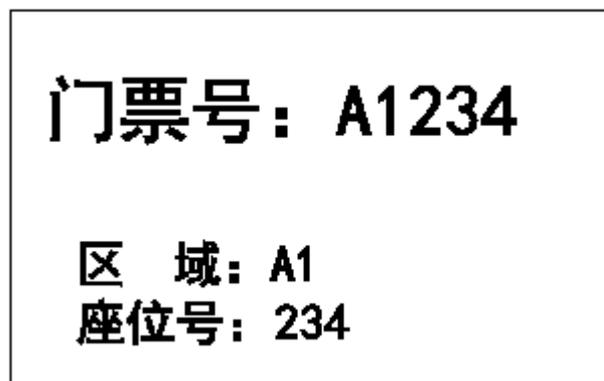

图 4-28
**例：**我们现在需要标刻一批门票，门票编号内包含区域、座位号信息，如下图。编号前两位指座位区域，后三位指座位编号，软件必须自动把键入的门票号按要求分割并放到指定位置。操作如下（图 4-28）：